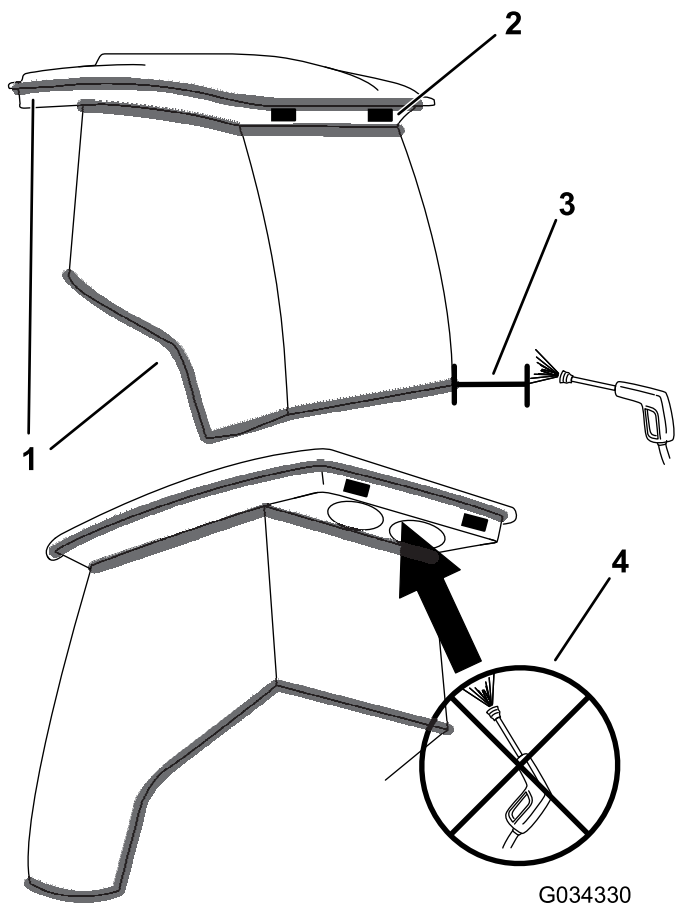

图59
**重要事项** 小心驾驶室的密封件和灯具图59。如果您正在使用高压清洗机保持清洗杆至少距离机器 0.6m。不要将高压清洗机直接冲洗驾驶室的密封件和灯具或后悬下方。